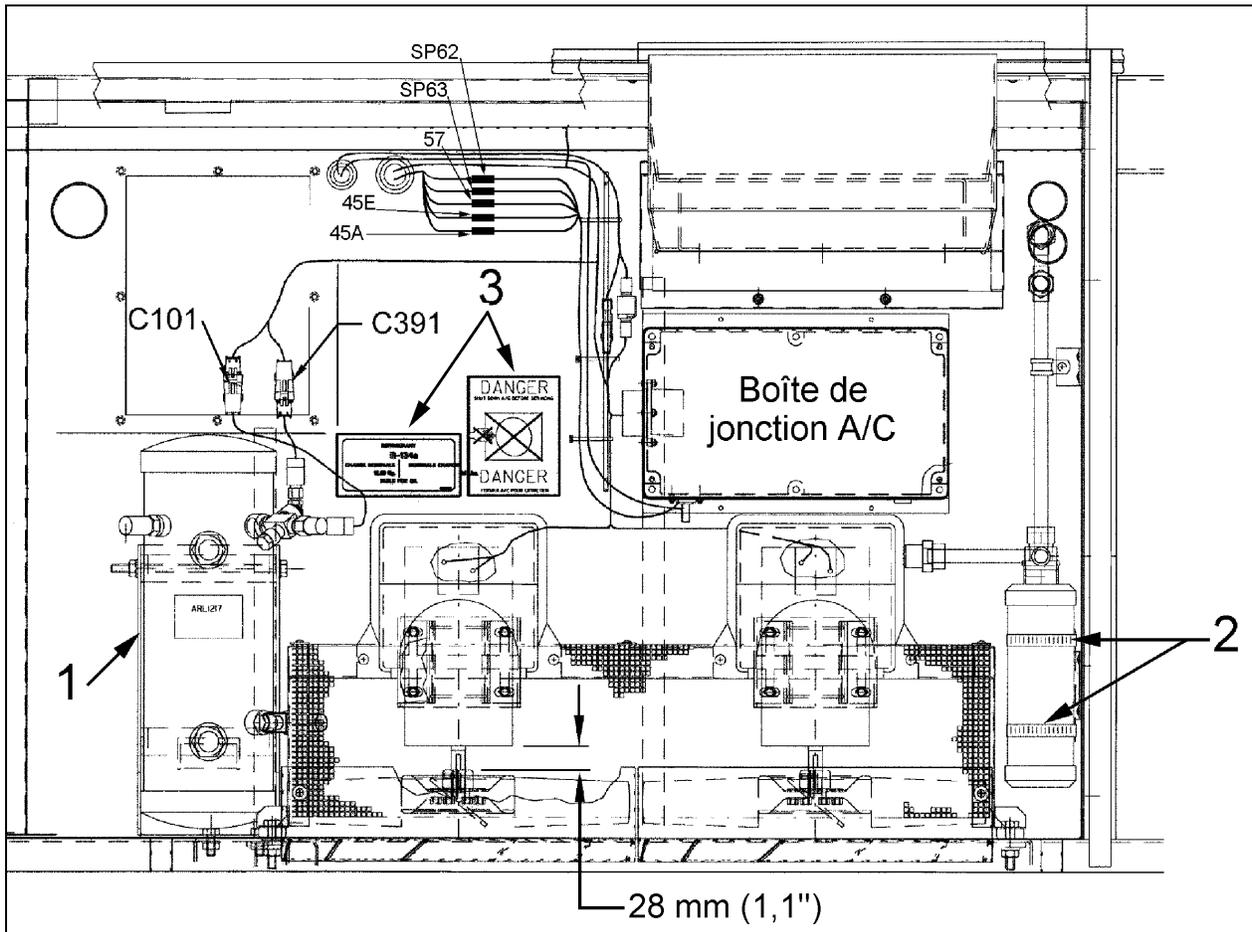

**Figure 8 :** Support du réservoir de stockage #452918.
25. Installer le support #452918 du réservoir de stockage (figure 8) dans les deux trous percés dans le panneau de fond (figure 6, élément 5), à l'arrière du compartiment. Utiliser la quincaillerie #502617, #500446 et #5001331.